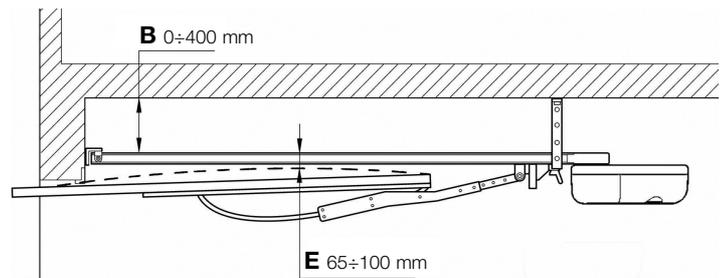

Figura 9
- Controlar que la cota [E] de la Figura 9, es decir la distancia mínima entre el lado superior de la guía y el punto máximo alcanzado por el borde superior de la puerta, tenga un valor mínimo de 65 mm y máximo de 100 mm. Si así no fuera no puede instalarse el GD.